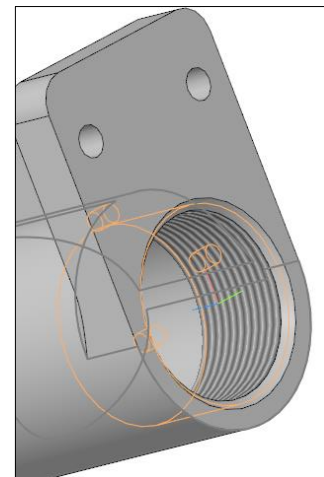

Рис. 67
Элемент должен отобразиться в поле *Объект*. Щелкните в поле *Начальная граница*, перейдите к модели и укажите поверхность фаски (2). Задайте диаметр, шаг и длину резьбы. Нажмите на кнопку *Создать объект*. Изображение должно соответствовать рис. 67.